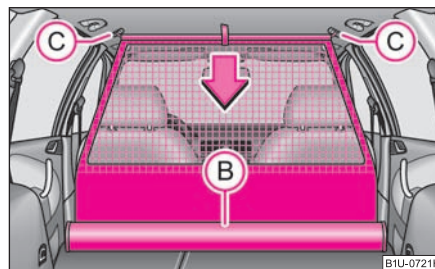

Fig. 78 Rularea peretelui despărțitor
- Trageți bara în spate din suporturile din plafon, mai întâi pe o parte, apoi pe partea cealaltă, și scoateți-o din suporturi (C) ⇒ pagina 68, fig. 78.
- **Susțineți** bara transversală astfel încât peretele să se poată rula încet și fără să se deterioreze, în carcasă (B).